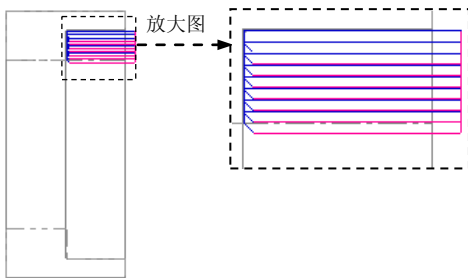

图 8.9.5 刀具路径
在“车削粗车 属性”对话框中单击 **粗加工参数** 选项卡, 在 **粗车方向/角度** 后的下拉列表中选择 **■** 选项, 其他参数采用系统默认设置值, 单击该对话框中的 **✓** 按钮, 完成粗车内径参数的设置, 此时系统将自动生成图 8.9.5 所示的刀具路径。
(1) 在“操作管理”中单击上一步创建好的刀路节点, 系统弹出“刀路模拟”对话框及“刀路模拟控制”操控板。
(2) 在“刀路模拟控制”操控板上单击 **▶** 按钮, 系统将开始对刀具路径进行模拟, 结果与图 8.9.5 所示的刀具路径相同, 在“刀路模拟”对话框中单击 **✓** 按钮。